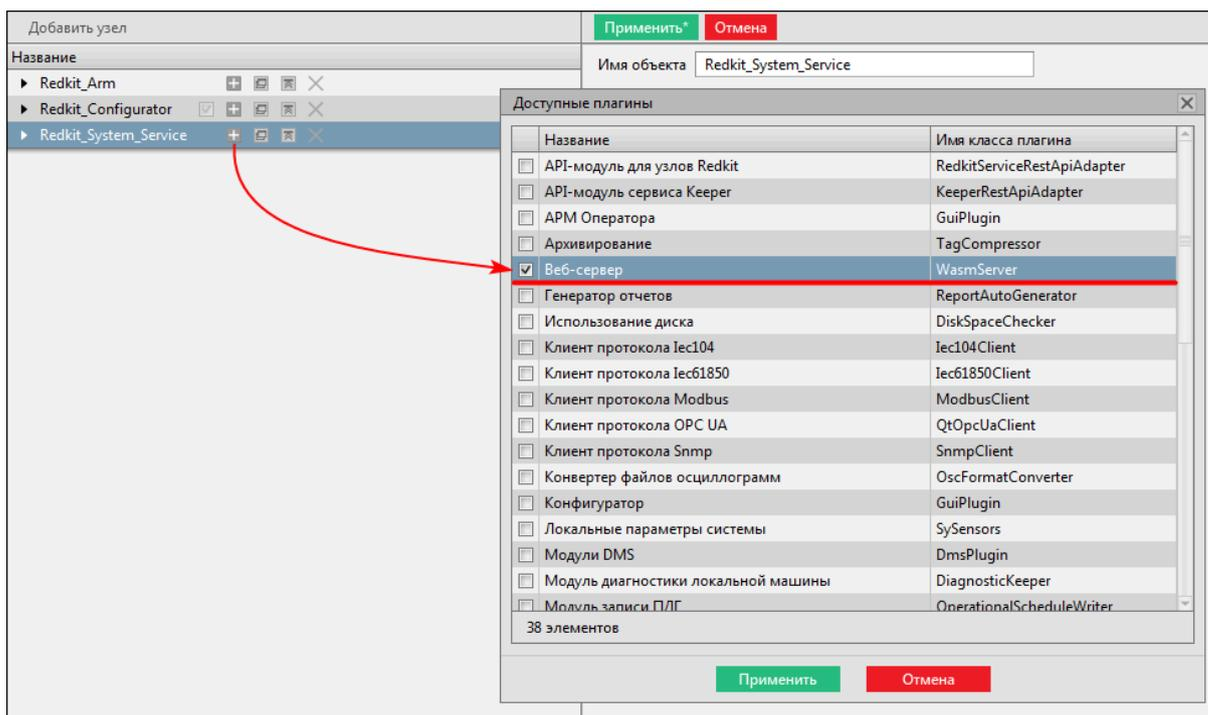

Рисунок 508 - Модуль «Веб-сервер»
4. У узла *Redkit\_System\_Service* нажмите на **+** и выберите модуль **Веб-сервер** (Рисунок 508).